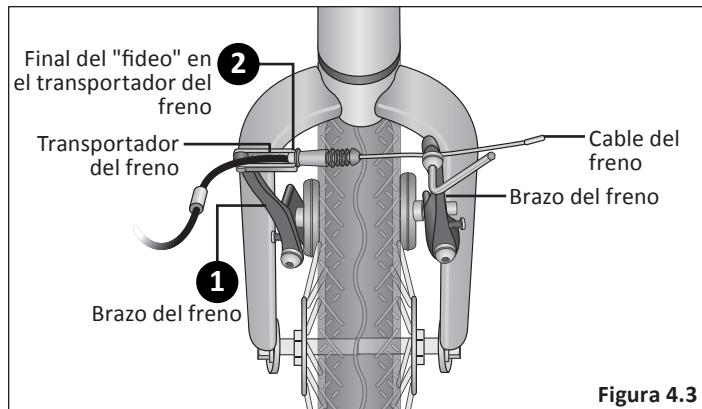

Figura 4.3
- 1** Apriete los dos brazos del freno uniéndolos hasta que las zapatas del freno toquen el rin. **Figura 4.3**